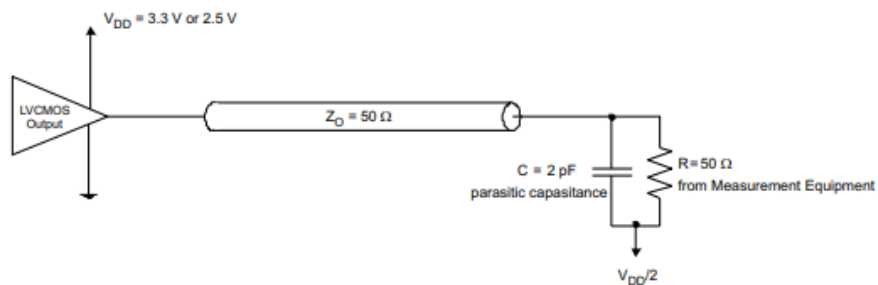

图 1 开关特性测试电路
(1) 所有典型值均为各自的标称 V_{DD}。对于开关特性，输出端接至 V_{DD}/2 的 50 Ω（见图 1）。
(2) 功耗计算的公式